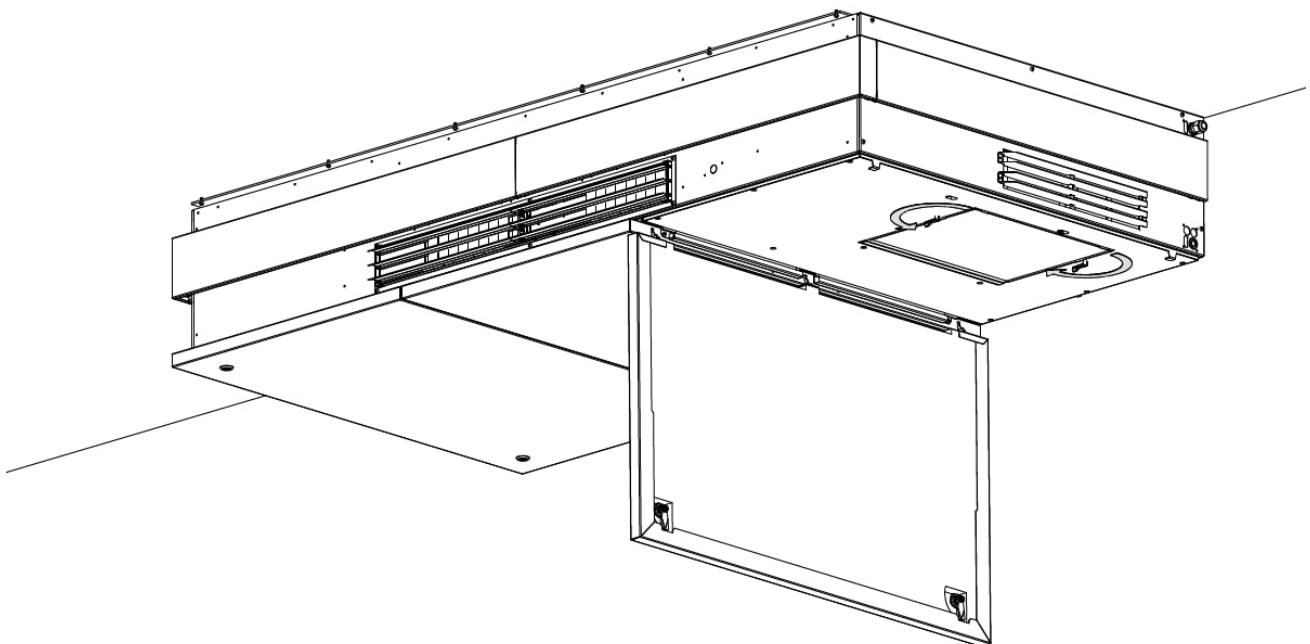

Abbildung 18: Schließen der Filterklappe
9. Schließen Sie die Filterklappe, siehe Abbildung 18.